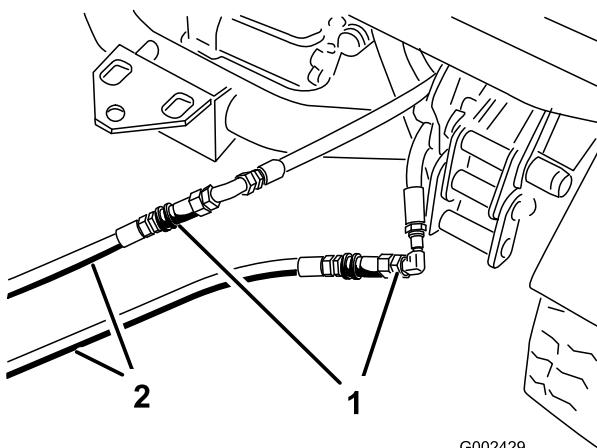

Figura 76
3. Na máquina parada, ligue as 2 mangueiras de ligação às mangueiras que foram desligadas (Figura 76).